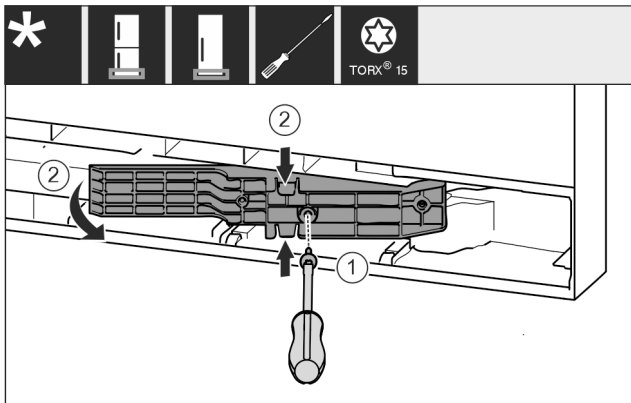

Fig. 18 *
- Ruuvaa ruuvit auki T15-ruuvimeisselillä. Fig. 18 (1)*
- Vedä sovitinkappale ulos. Fig. 18 (2)*